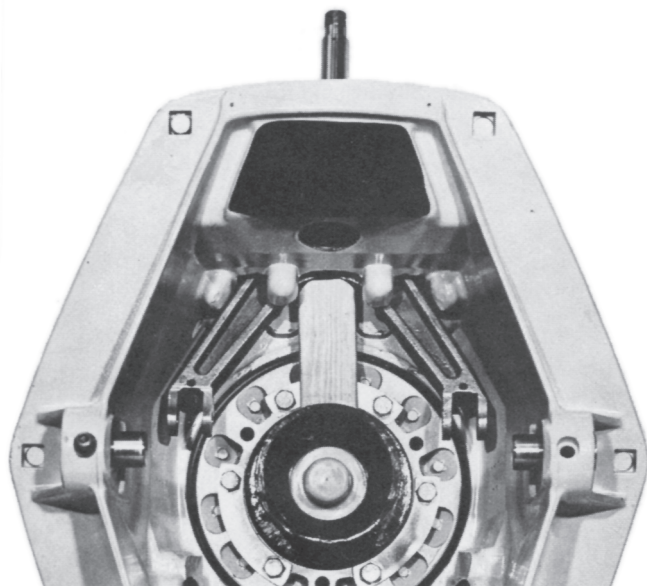

Fig. 42. Uppallning av lyftgaffel.
8. Vid montering av lyftcyllindern med utombordsdrevet demonterat måste lyftgaffeln pallas upp med ex.vis en träklots, mellan lyftgaffeln och svänghjulsåpans hals. Se fig. 42.